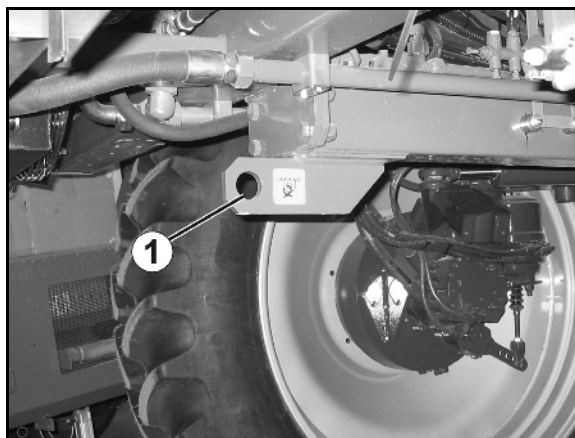

Рис. 3
- 1 точка крепления спереди (Рис. 3/1)